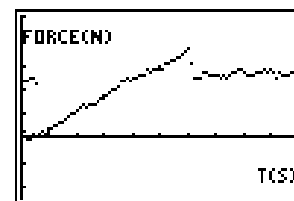

図 2 : 力 – 時間
- ❶ CBL の電源が入っているかを確認して、電卓でプログラム FORCERT をスタートします。
- ❷ データ収集の準備が整ったら、電卓の **ENTER** を押し、力のグラフを開始します。
- ❸ 加える力をゆっくりと、一定の割合で増やしながら、木材を引っ張ります。力センサーとひもが机の表面に対して水平になるように注意します。木材が滑り出したら、摩擦力と正確につり合うように、一定の力で引っ張ります。木材が一定の速度で動いていれば、摩擦力は加えられた力とつり合っています。
- ④ データが収集されると、力 – 時間のグラフが電卓の画面に表示されます。そのグラフは、図2のようになるはずですが。電卓の Ymax と Ymin を調整して、表示を見やすくすることもできます (Ymax と Ymin を修正するには、電卓の **WINDOW** を押します)。満足できる結果が得られたら、グラフを PIC 変数に格納します。あとで TI-GRAPH LINK を使って印刷できます。